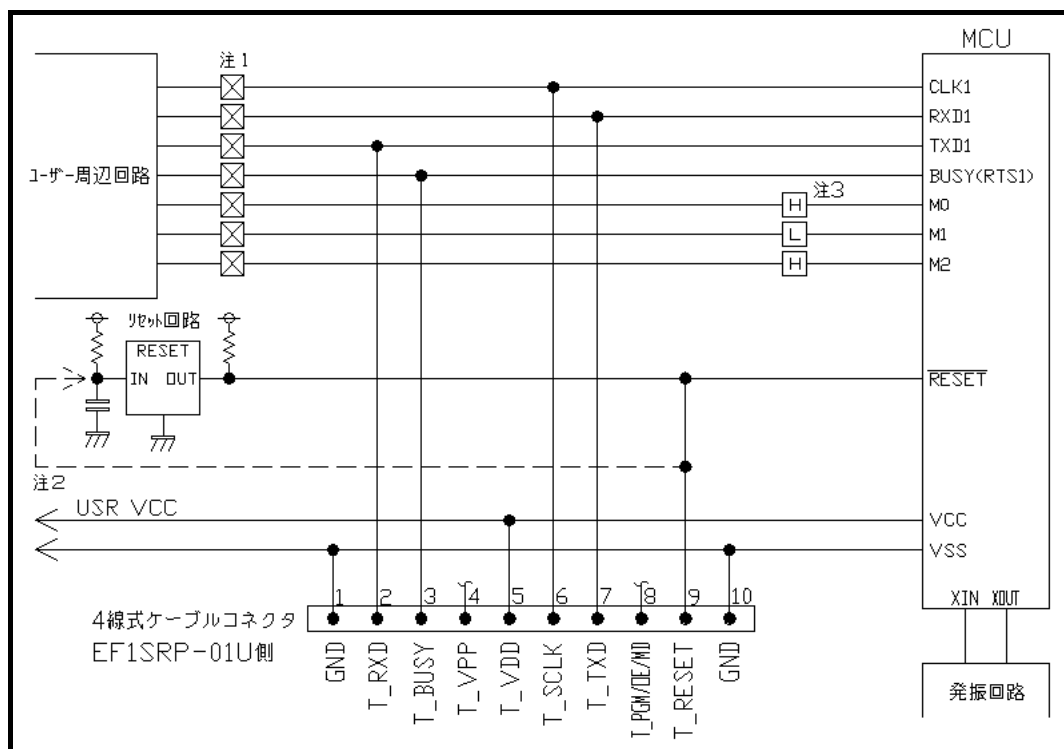

図 3 . 1 ユーザーターゲット推奨回路図
(1) M 1 6 C / 6 K 5 グループのユーザーターゲットMCU推奨回路を図 3 . 1 に示します。